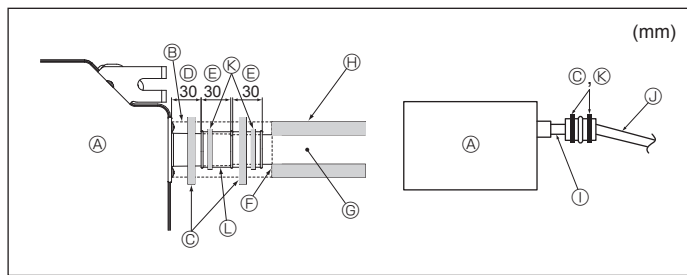

Fig. 6-2
1. Die Ablaufmuffe (mit der Anlage geliefert) an den Drainageauslass anschließen. (Fig. 6-2) (Das Rohr mit PVC-Kleber ankleben und dann mit einem Band sichern.)